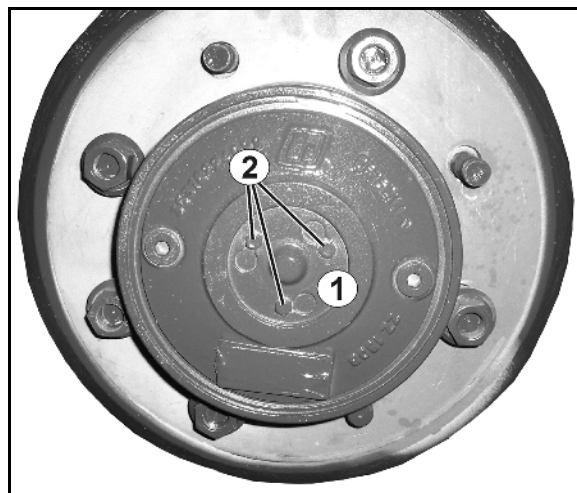

Fig. 132
Hvis maskinen skal bugseres, kan hatformede de dæksler (Fig. 132/1) drejes.
1. Løsn skruerne (Fig. 132/2).